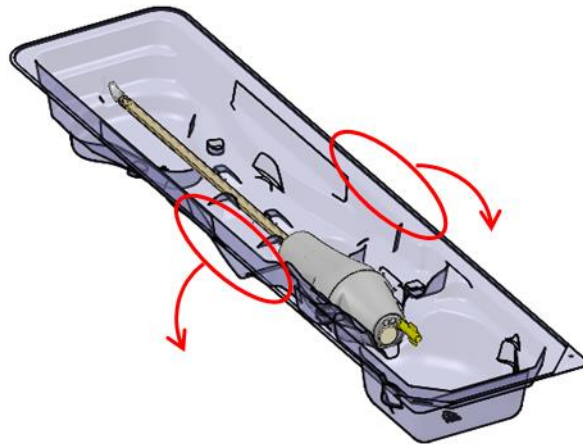

Abbildung 27: Herausnehmen des UA aus der Schalenverpackung
5. **MRT-MTRA**: Halten Sie die UA-Schalenverpackung an den langen Schalenkanten fest und biegen Sie die Schale nach außen, um den UA von den Schnappstellen zu lösen (*Abbildung 27*).